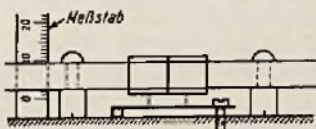

Bild 3. Bestimmen der Kopfabweichung mit einem Meßstab
2. Vor und hinter dem Aufnahme-Wiedergabekopf befinden sich meist Bandführungen; sie sind im Interesse einer sicheren und gleichmäßigen Bandführung unerlässlich. Man spielt nun die Aufnahme des hohen Tones so ab, daß das Band mit der bedruckten Seite am Kopf vorbeigleitet und läßt es über einen vorgehaltenen Meßstab laufen (Bild 3). Sehr vorteilhaft läßt sich dazu ein Stahlbandmaß verwenden. Durch Vor- oder Zurückneigen des Bandmaßes läßt sich der Bandlauf leicht etwas in der Höhe beeinflussen.